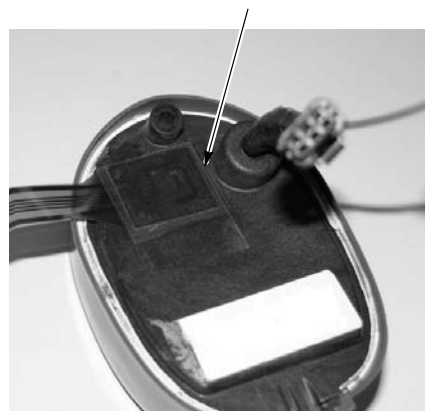

Bild 6-2 Byte av displaymodul
1. På displaymodulen (9) rengör man noga triggswitchens kontaktyta och området omkring denna med isopropylalkohol. Låt området torka upp ordentligt innan man fortsätter.
2. Om man installerar en ny triggkontakt, tag bort de två skyddsmembranen från kontaktsidan på triggkontakten så som visas i bild 6-2.
5. Koppla samman displaymodulens och kabelns kontakter J3. Jordledarkontakten (A) används inte i denna version av pistolen.
7. Skjut på kroken (10) på displaymodulen, och sätt därefter på infattningen (11).
8. Sätt i och drag åt skruvarna (12).
4. Se bild 6-2. Sätt tillbaka displaymodulen så som beskrivs vid *Byte av displaymodul* på sidan 6-2.
5. Sätt i elektroddelen (3) i änden på utloppsroret i pistolkroppens framände. Kontrollera att den trådformade elektroden inte är böjd eller avbruten.
6. Sätt på munstycket (2) på elektroddelen, och kontrollera att styrskenorna i elektroddelen passar in i munstyckets spår.
7. Sätt på munstycksmuttern (1) på munstycket och vrid den medurs för att fästa det.